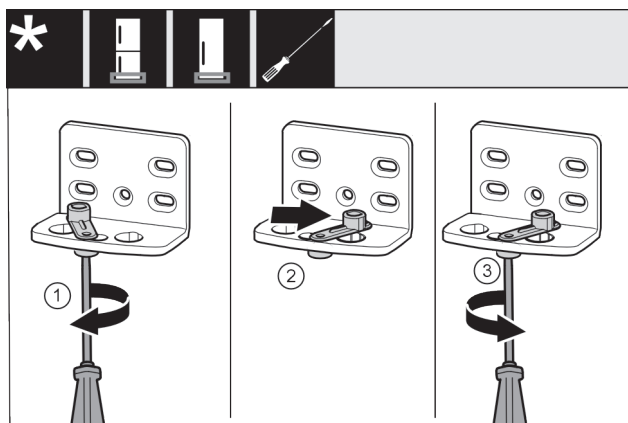

Fig. 16
- Visser sans serrer la vis Fig. 16 (1) avec un tournevis.
- Soulever l'aide à la fermeture de la porte Fig. 16 (2) et la tourner à 90° vers la droite dans l'alésage.
- Serrer la vis Fig. 16 (3) avec un tournevis.